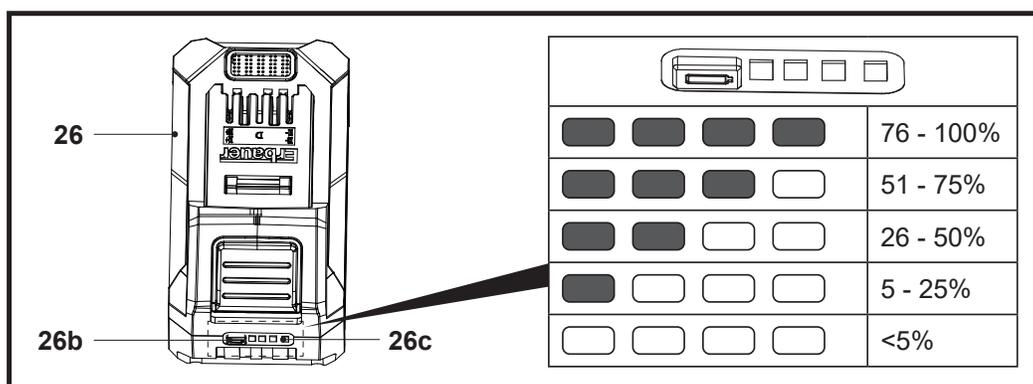

Fig. 9
La batterie (26) est équipée d'indicateurs de capacité de la batterie (26c) qui affichent sa capacité restante. Appuyer sur le bouton de capacité de la batterie (26b) pour en vérifier la capacité (Fig. 9). Les LED restent allumées pendant environ 3 secondes.